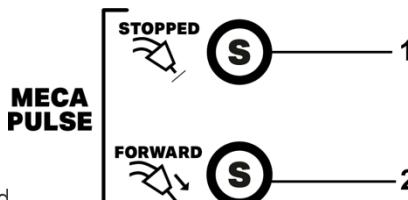

Fig. 7
- Lorsqu'il est sélectionné, il permet d'osciller la vitesse du moteur d'entraînement entre deux valeurs STOPPED (1-Fig.7) et FORWARD (2-Fig.7) pendant le temps sélectionné, ce qui permet de souder des pièces à trous sans projections ni distorsions. Remplace avantageusement le mode électronique pulsé.